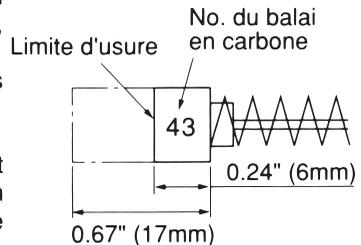

Fig. 4
4. Inspection des balais en carbone (Fig. 4)
REMARQUE : Utiliser le balai en carbone HITACHI No. 43 indiqué sur la Fig. 4.